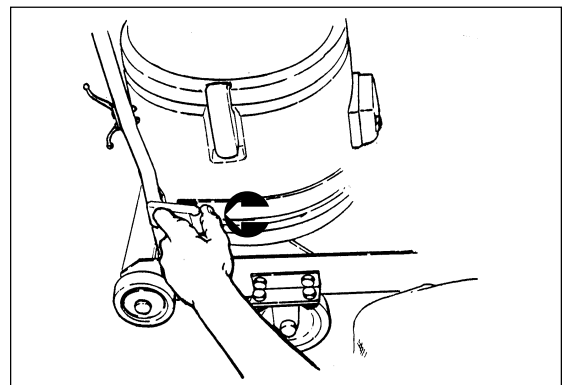

Abbildung 4
7. Lösen Sie die Riemen der Saugereinheit, indem Sie die Zugsperrung öffnen. Dadurch lockert sich der entsprechende Riemen und die Saugereinheit kann vom Wagenrahmen gehoben werden (siehe Abbildung 4).